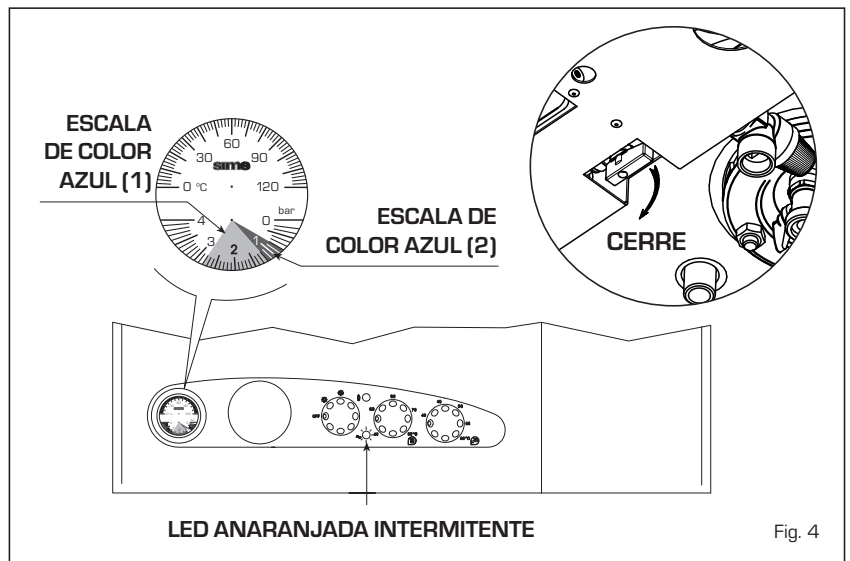

Fig. 4
- Insuficiente presión de agua (fig. 4)